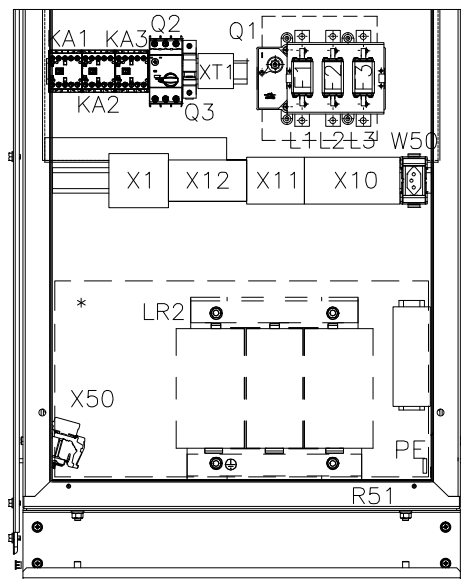

Figura 4.16: Conexiones de los cables de potencia y de puesta a tierra
- La conexión del AFW11 a la red eléctrica debe ser hecha directamente en los terminales L1, L2, L3 del disyuntor/seccionadora Q1 (Fase R/S/T) y en la Barra Tierra (puesta a tierra de la estructura - PE) conforme la Figura 4.16 de la página 77 (AFW110142T4SZ).